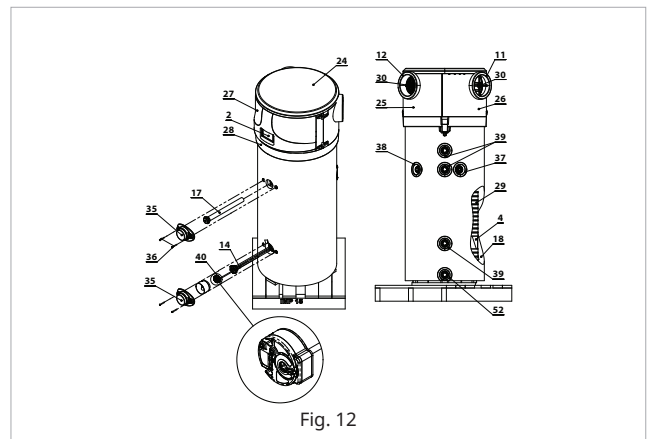

Fig. 12
- Remover a tampa de plástico 35 desapertando os parafusos de bloqueio apropriados 36 (Fig. 12);
- Reiniciar manualmente o termóstato de segurança 40 premindo o botão conforme mostrado na (Fig. 12);